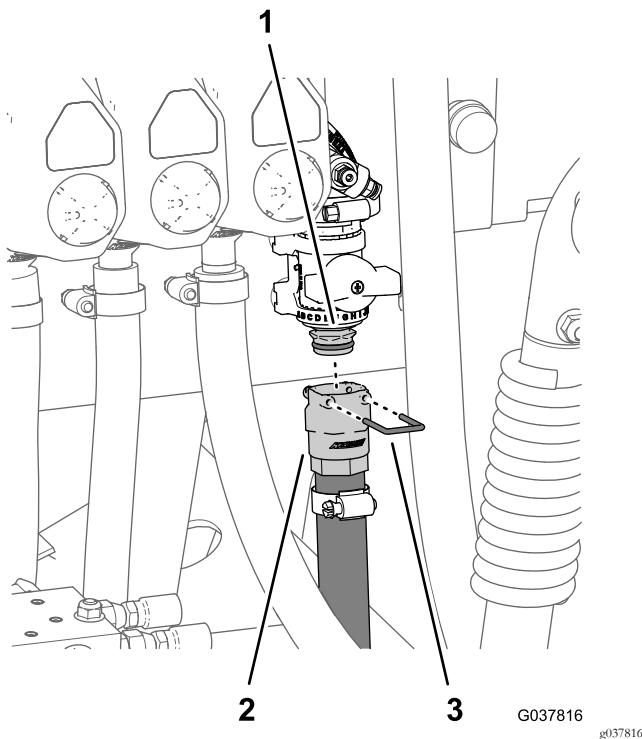

图94
2. 将软管的快速连接接头插槽安装到法兰切断阀的快速连接接头上图94。
3. 使用随软管快速连接接头提供的卡环固定软管的快速连接接头和法兰切断阀图94。